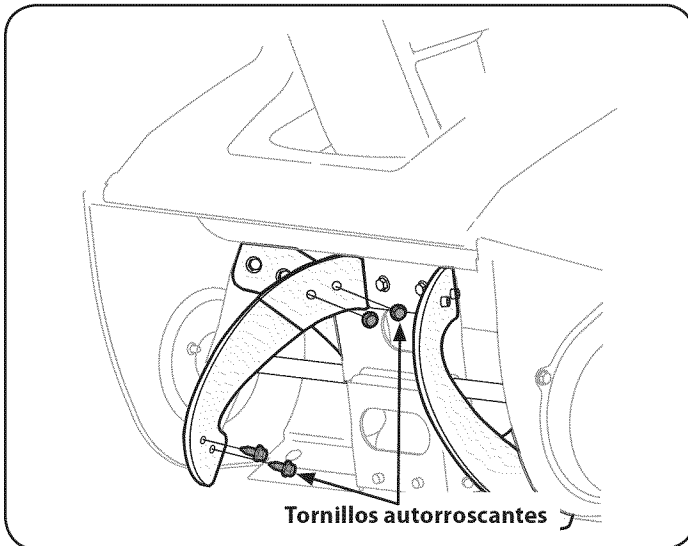

Figura 20
- Saque las paletas de caucho existentes desenroscando los tornillos autorroscantes que las unen a la barrena. Vea la Figura 20.